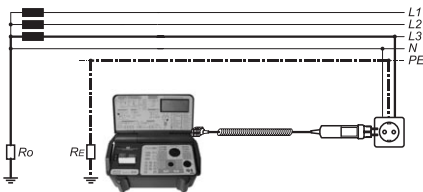

Bild 6.8.2 Anschluss der Messleitungen
▶ Schliessen Sie die Messleitung an den Messanschluss (17) des UNITEST 0100-Expert plus an.
▶ Verbinden Sie die Messleitungen mit dem Prüfling gemäss Bild 6.8.2 oder 6.8.3.
- ▶ Schalten Sie den UNITEST 0100-Expert plus mit dem Schalter "EIN/AUS" (9) ein.
- ▶ Stellen Sie den Drehschalter "Messfunktion" (1) auf die Funktion 'UL-PE / R_i/I_k ' (1).
- ▶ Schliessen Sie die Messleitung an den Messanschluss (17) des UNITEST 0100-Expert plus an.
▶ Betätigen Sie die Taste "START" (2), die Messung wird gestartet.
▶ Mit der Taste "ANZEIGE (30) kann zwischen der Anzeige von Netzzinnenwiderstand (R_i L-PE) oder Kurzschlussstrom (I_k) umgeschaltet werden.